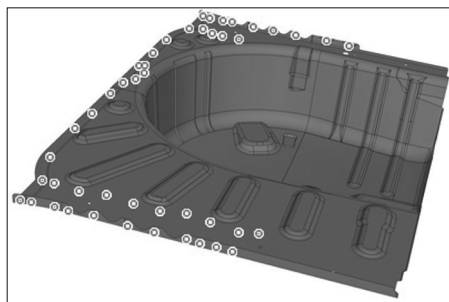

FIG. 203
- Percer 46 trous pour soudage par points bouchons (Fig.203).